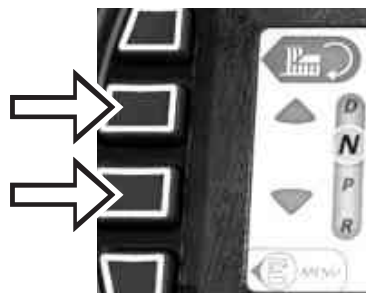

Fig. 14B - Régler le mode d'entraînement
3. Sur l'écran, sélectionnez le mode d'entraînement requis (Marche avant (D) ou Marche arrière (R)) (Fig. 14B). L'icône « Démarrage/arrêt de l'entraînement » passe du gris au vert.